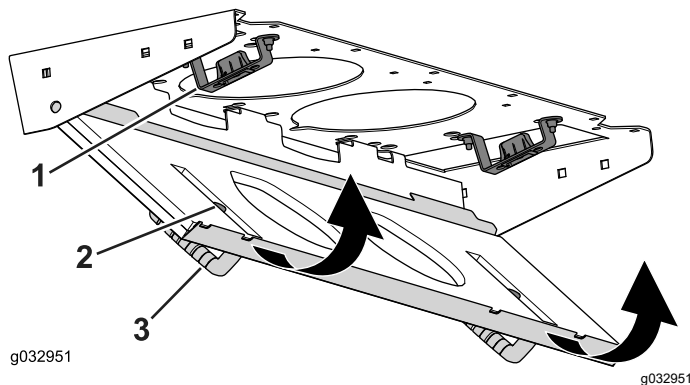

Figure 96
4. Faites pivoter le filtre sur les languettes jusqu'à ce que le verrou s'enclenche dans la fixation (Figure 96).